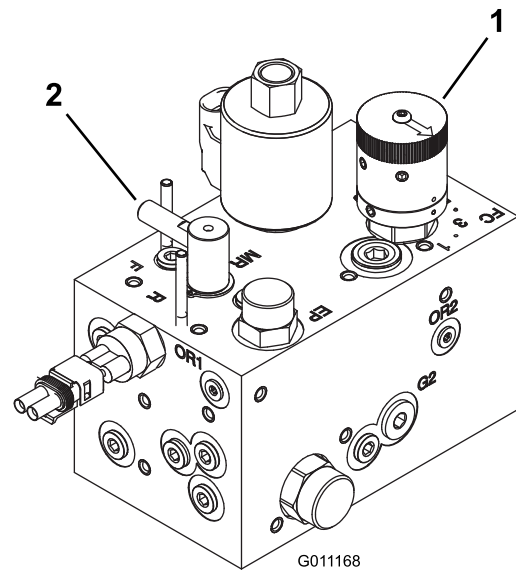

Bild 47
- Drehen Sie das Spindeldrehzahlhandrad (Bild 47) auf die Zahl, die Sie in Schritt 1 ermittelt haben.